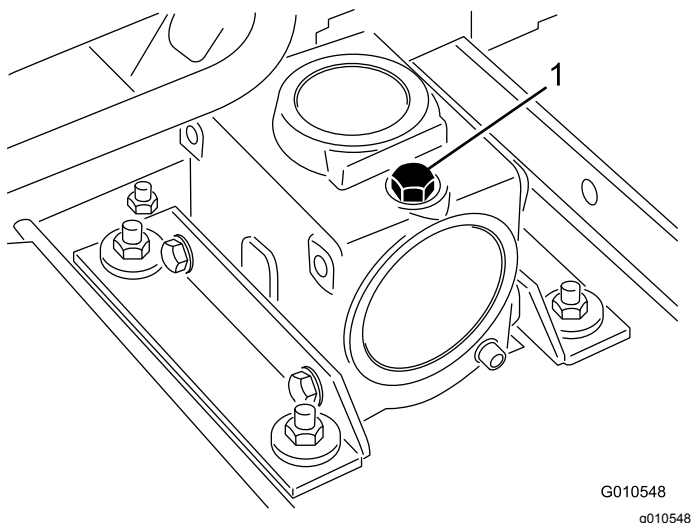

Figura 22
2. Togliete il tappo di riempimento/asta di livello da sopra gli ingranaggi (Figura 22) e verificate che il lubrificante si trovi tra i segni riportati sull'asta. Se il lubrificante è insufficiente, rabboccatelo fino a raggiungere il livello compreso tra i segni.